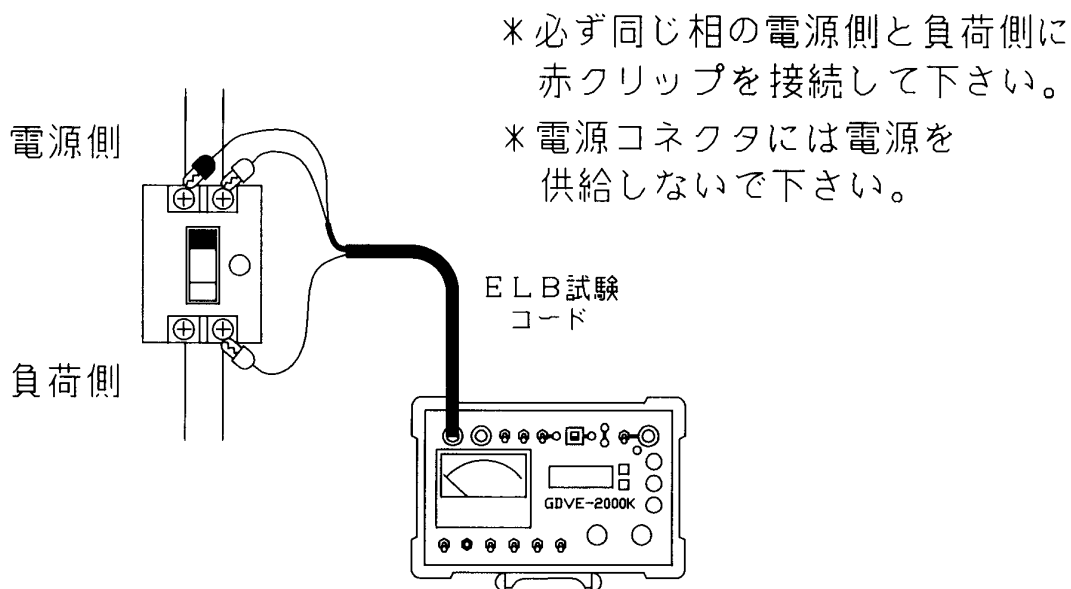

図10：試験回路図－单相2線式の場合
3. 以上のような点を注意し、試験回路を構成します。(図10、11)